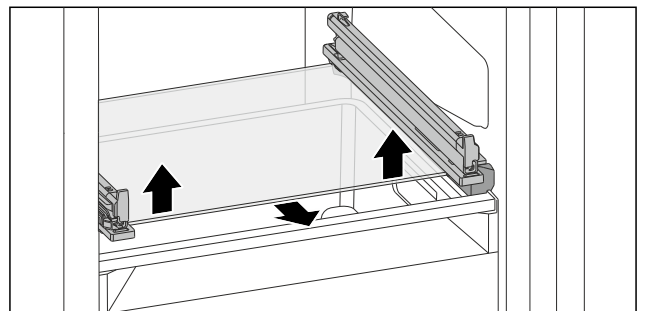

Fig. 108 Ripiano in vetro del cassetto ribaltabile
- Premere il ripiano in vetro dal basso verso l'alto su entrambi i lati. (vedere Fig. 108)